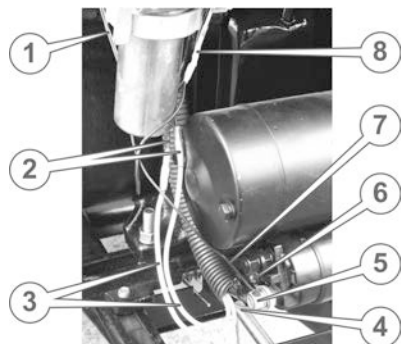

Рис. 4.15.
35. Подключить провода как показано на рис. 4.15.: силовой провод от клеммы «+» аккумулятора подключается к силовой клемме (5) на втягивающей катушке электростартера; к этой же клемме подключить одну любую из жил (7) сдвоенного провода электропитания фары (1); вторую жилу сдвоенного провода электропитания фары подключить к проводу (8) фары; зеленый провод (4) из пластикового рукава подключить к управляющей клемме (6) на втягивающей катушке электростартера; два желтых провода (3) из пластикового рукава подключить к разъемам (2) электрогенератора.